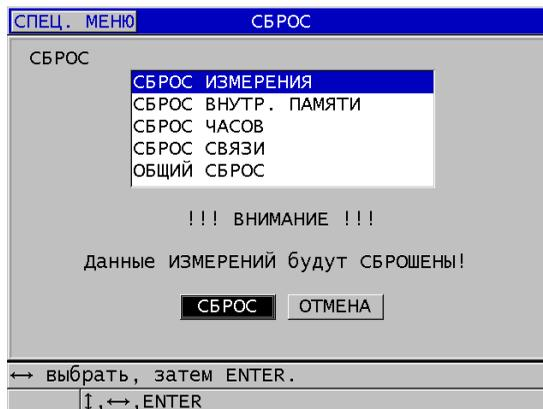

Рис. 15-1 Активация функции сброса
3. В окне **СБРОС** (см. Рис. 15-1 на стр. 293):